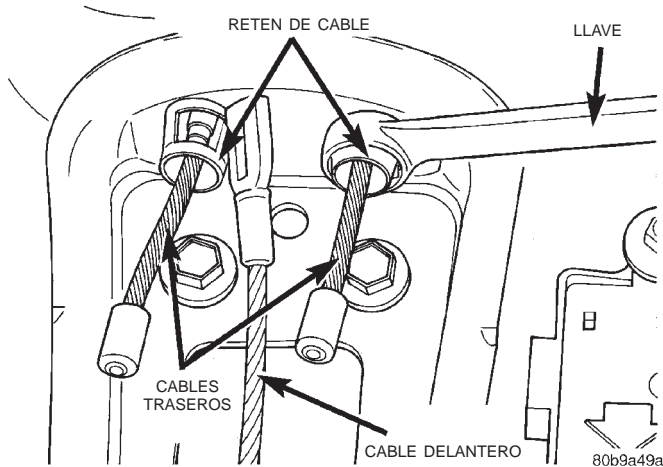
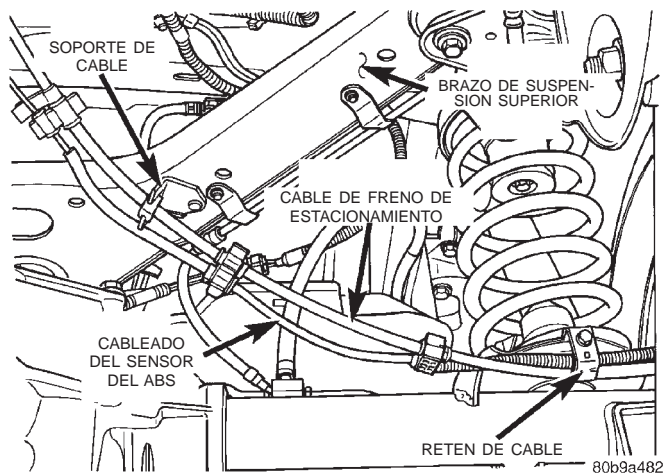
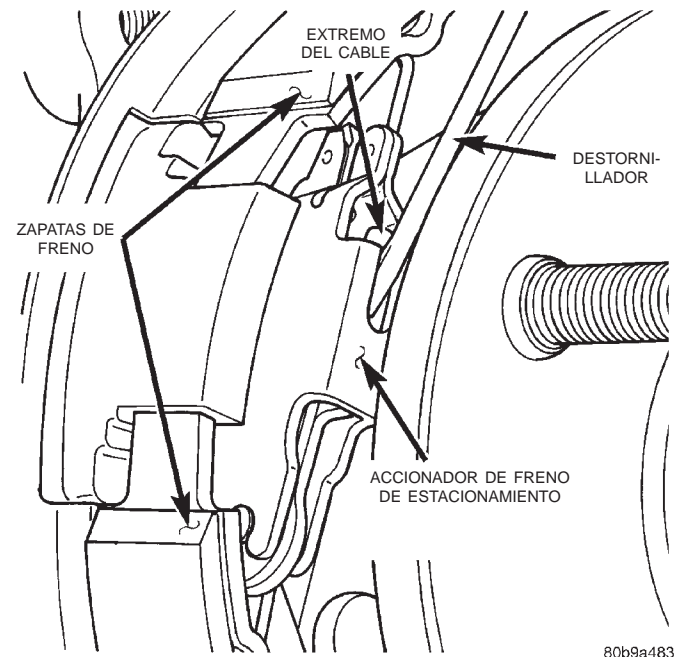

Fig. 54 Retenes de cable
Fig. 55 Cable de freno de estacionamiento trasero izquierdo
Fig. 56 Accionador de freno de estacionamiento
- (5) Desenganche los extremos de los cables traseros del equilibrador.
- (6) Comprima el retén del cable con una llave de 13 mm (1/2 pulg.) (Fig. 54) y retire el cable del soporte del equilibrador.
- (7) Eleve y apoye el vehículo.
- (8) Retire los conjuntos de ruedas y neumáticos.
- (9) Retire los calibradores de freno, los anclajes del calibrador y los rotores.
- (10) Retire el mazo de cableado del sensor del ABS (Fig. 55) de los cables de freno trasero.
- (11) Retire los pernos de retención del cable (Fig. 55) de las planchuelas de muelle trasero.
- (12) Saque los cables de los soportes del brazo de suspensión superior.
- (13) Empuje el cable hacia adentro y levante el extremo del cable empleando un destornillador pequeño para desenganchar el cable del accionador del freno de estacionamiento (Fig. 56).
- (14) Retire el cable del vehículo.